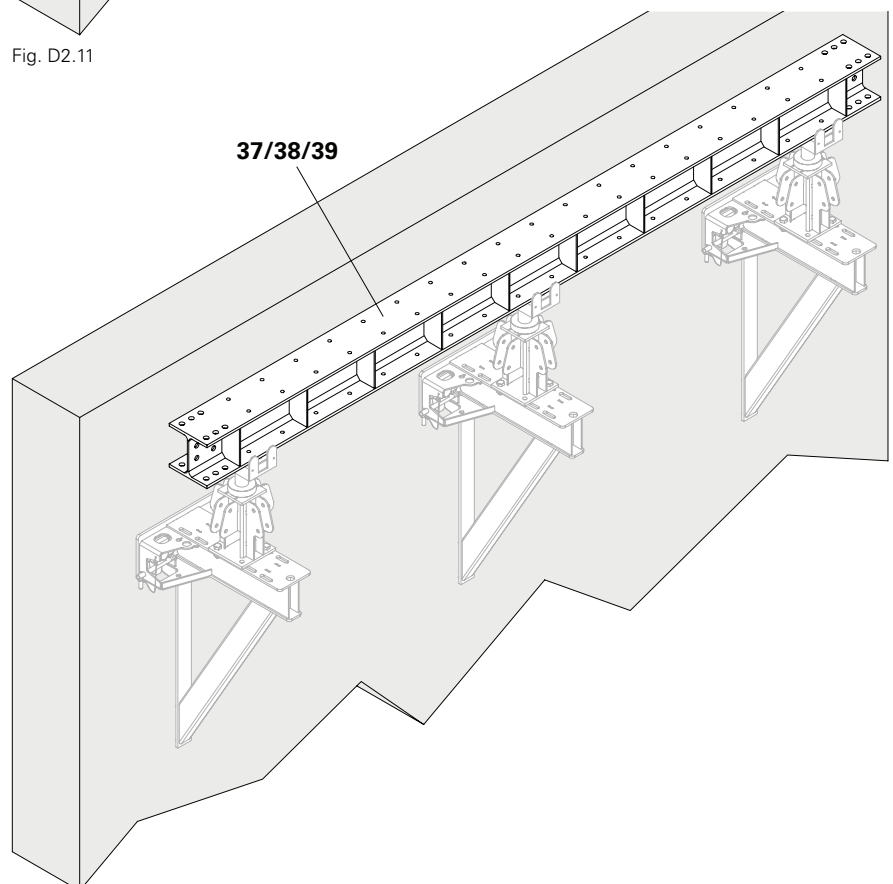

Fig. D2.12
1. Inserire travi di orditura primarie (37/38/39). (Fig. D2.12)